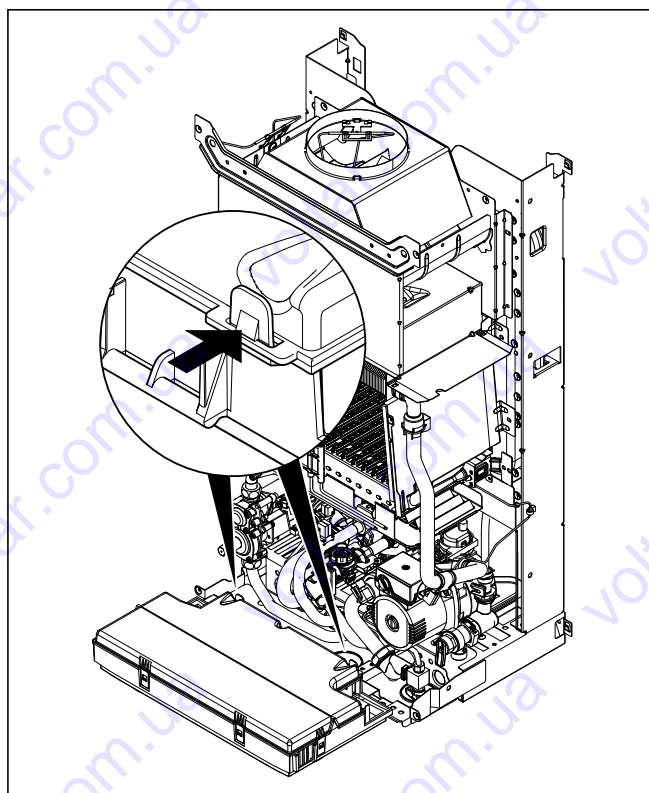

Рис. 5.6 Открывание задней стенки распределительной коробки
- Проложите сетевой кабель до уровня подключения системы в распределительной коробке, как изображено на рис. 5.6 и 5.7.
- Подсоедините сетевой провод к предусмотренным для него клеммам  $\ominus$ , N и L системы ProE (см. рис. 5.6 и 5.7).